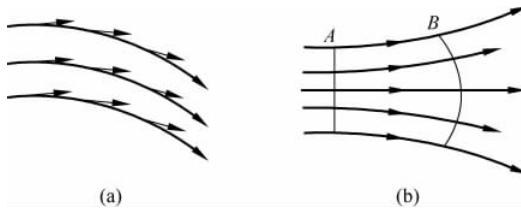

图 3-6 流线和流束
(1) 流场是指被运动流体所充满的空间。
(2) 迹线是流体质点在一段时间内运动的轨迹线。
(3) 流线是流体质点在某一瞬间运动状态的一条空间曲线。在流线上各点处的瞬时流速  $u$  方向与该点的切线方向重合,如图 3-6(a)所示。在非恒定流动时,由于液流通过空间点的速度随时间变化,因此流线形状也随时间变化。在恒定流动时,流线形状不随时间变化。由于液流中每一点在每一瞬间只能有一个速度,所以流线之间不能相交也不能转折,流线与迹线重合,它是一条条光滑的曲线。
(FIGURE 3-6 Flown line and streamline)
(4) 某一瞬时  $t$  在流场中画一不属于流线的任意封闭曲线,经过该封闭曲线的每一点作流线,由这些流线组成的表面称为流管。
(5) 流束是指充满在流管内的流线群。
(6) 通流截面(或过流断面)是指在流束中与所有流线正交的截面。在液压传动系统中,液体在管道中流动时,垂直于流动方向的截面即为通流截面或过流断面。如图 3-6(b)中 A、B 截面。通流截面可能是平面,也可能是曲面。